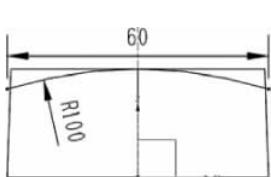

图 3-30 绘制截面(三)
- (6) 以 YOZ 平面为草绘平面, Y 轴为水平参考, 绘制一条圆弧 R100mm, 尺寸如图 3-30 所示。